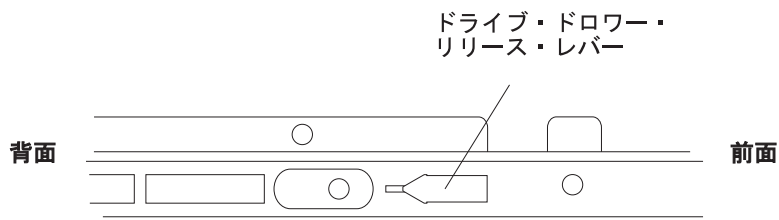

図 98. ドライブ・ドロワーの側面にあるドライブ・ドロワー・リリース・レバー
- b. ドライブ・ドロワーの両側面にあるドライブ・ドロワー・リリース・レバー (図 98 を参照) を手前にスライドさせ、ドライブ・ドロワーをエンクロージャーから取り外します。